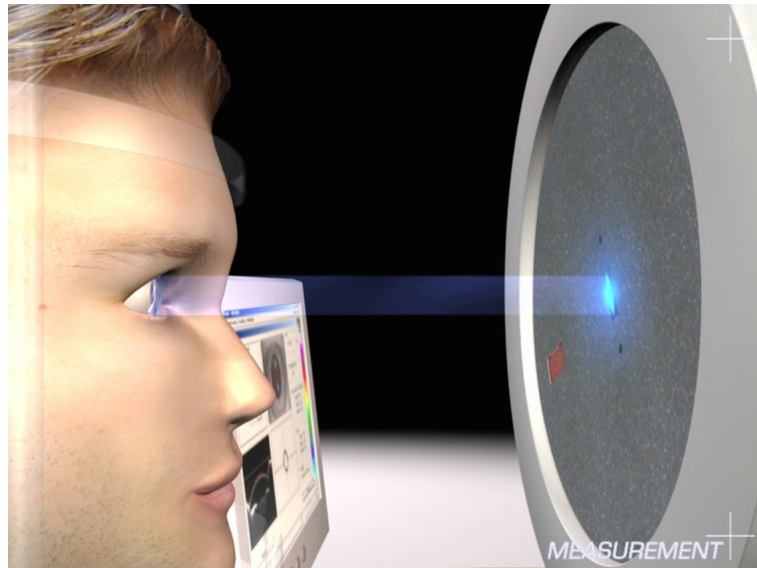

Fig.10: Luce della fessura sulla cornea
8. Guardare di lato l'occhio del paziente da esaminare e assicurarsi che la luce blu della fessura illumini la cornea (vedere Fig. 10, pagina 32).